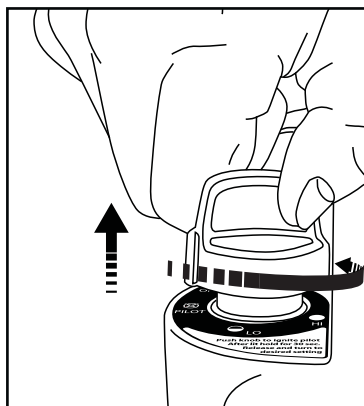

Figura 5: "Suelte el pomo".
- Una vez que se encienda la llama auxiliar, mantenga pulsado el pomo entre 30 y 60 segundos y después suéltelo. El pomo debería volver a su posición totalmente extendida. Para utilizar el calefactor, pulse ligeramente el pomo y gírelo con cuidado hasta que se quede bloqueado en la posición "HI" para encender el mosaico del quemador. Déjelo en la posición "HI" hasta que el mosaico del quemador se ponga de color naranja brillante. Figura 5.